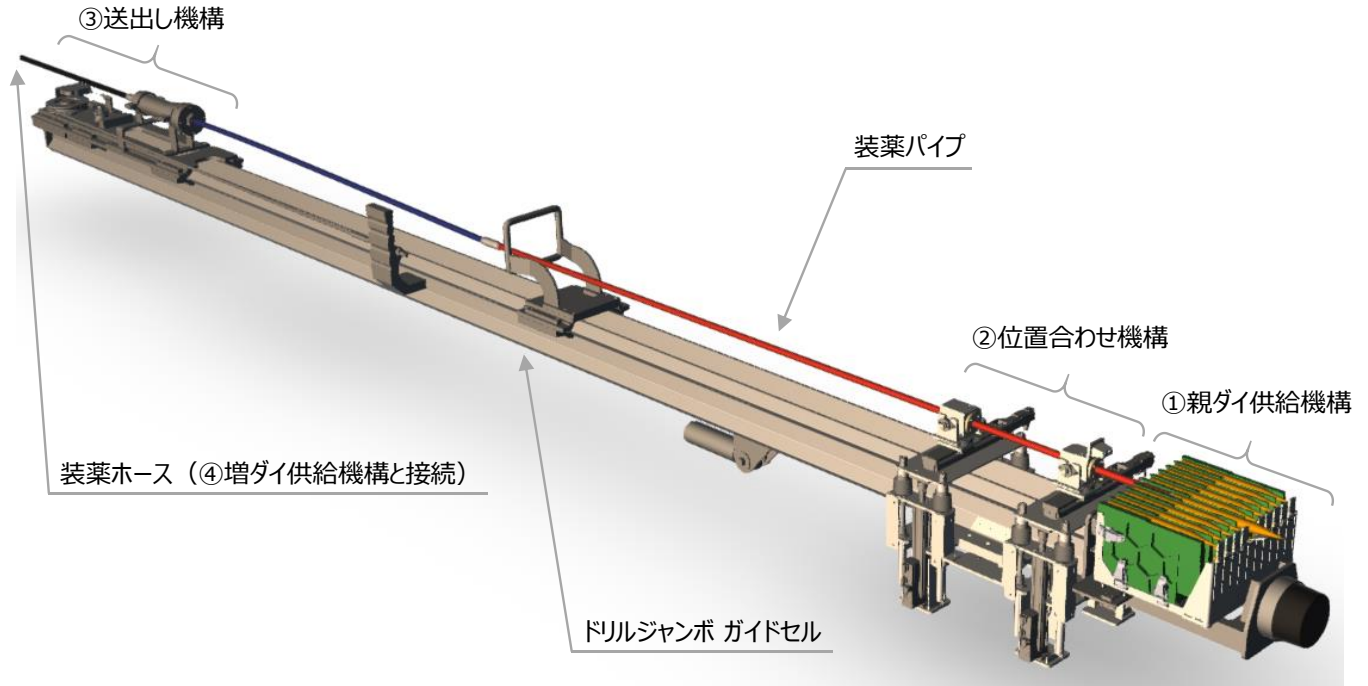

図 1 自動装薬システム
出し機構、④増ダイ供給機構で構成しました(図 1、写真 4)。上記機構自体の動作や各機構の連携動